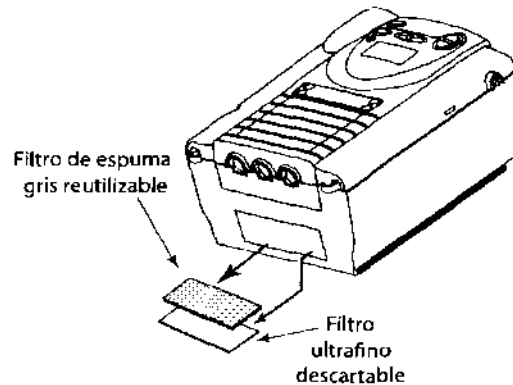

Figura 9-2 Extracción de los filtros
3. Retire los filtros de la caja tirando de los bordes de los filtros. El filtro superior es el filtro de espuma gris reutilizable. El filtro inferior es el filtro ultrafino blanco descartable, como se muestra en la Figura 9-2.